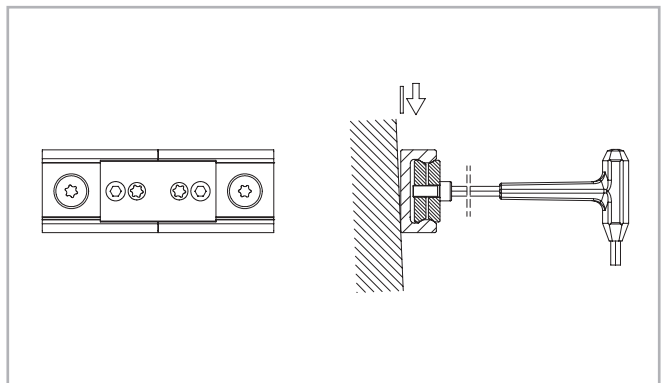

Fig. 81
- (3) Placez le dispositif d'alignement au niveau de l'aboutement du rail et serrez régulièrement les deux vis de réglage, jusqu'à ce que les pistes de roulement soient alignées (voir fig. 81).
- (4) Après l'étape (3), il faut vérifier si les deux dos des rails sont bien à plat sur la surface de montage. Si un jeu est présent, il est nécessaire de le combler à l'aide par exemple de cales pelables.